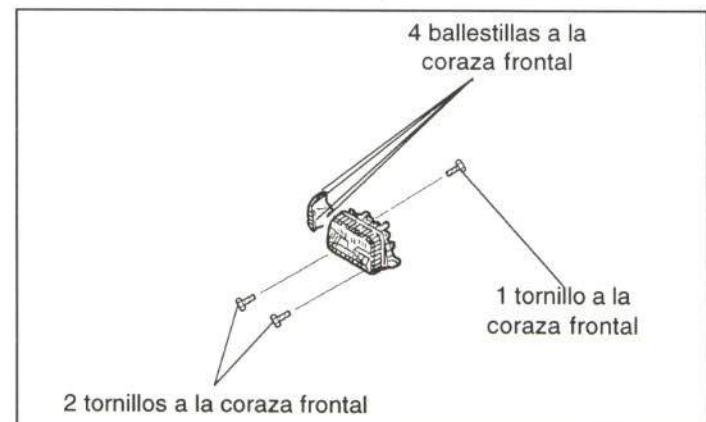

Figura 16.- Unión del conjunto faro - piloto
Su fijación se observa en la figura 16
- Piloto delantero (figura 16)